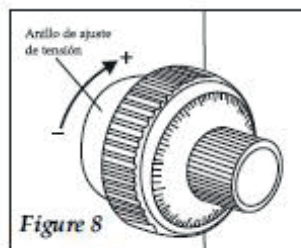

Figure 8
- La tension des commandes de focalisation macrométriques, peut être modifié, selon les préférences de l'utilisateur, en utilisant une bague de control de la friction a coté de la commande macrométrique droite du microscope (fig. 8). Par contre, il faut éviter relâcher trop cette bague, car la platine pourrait souffrir une descente involontaire, et causer des problèmes de précision de la focalisation.